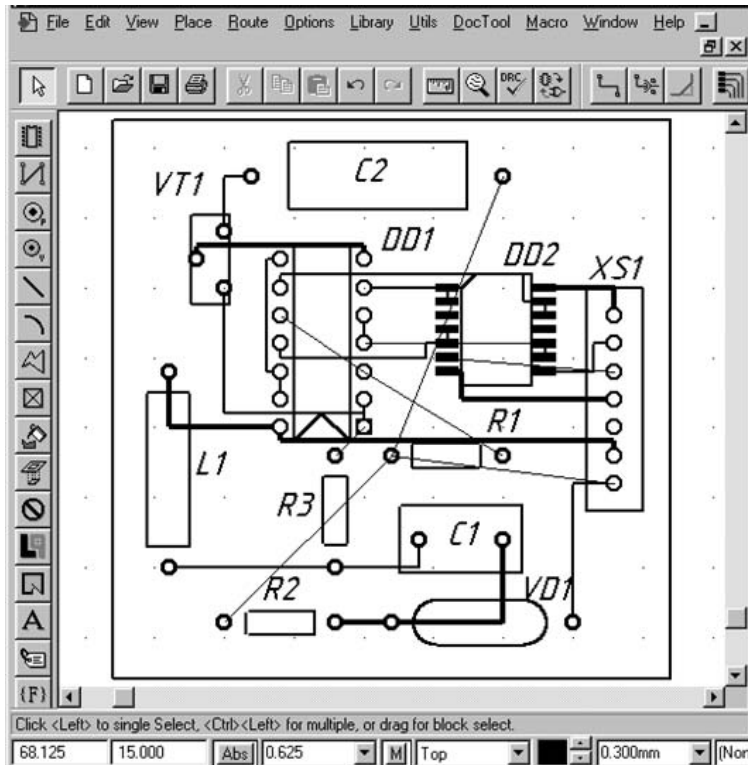

Рис. 7.3.2
- 3-го вывода транзистора VT1 и 1-го и 2-го выводов DD1 (рис.7.3.2).